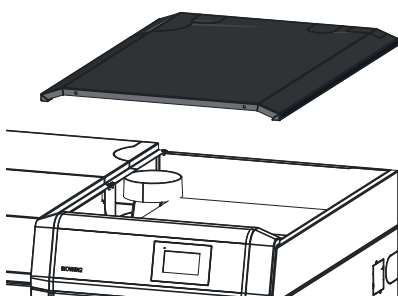

Fig. 136 Rimuovere il coperchio del rivestimento
- ▶ Togliere il coperchio del rivestimento – Fig. 136.